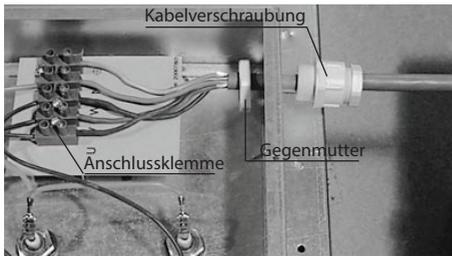

**Abb. 4**
3. Anschlusskasten mit dem Deckel, Abstandhalter nach außen, verschließen. Verwenden Sie hierzu 2 Stück Blechschrauben (Abb. 4).